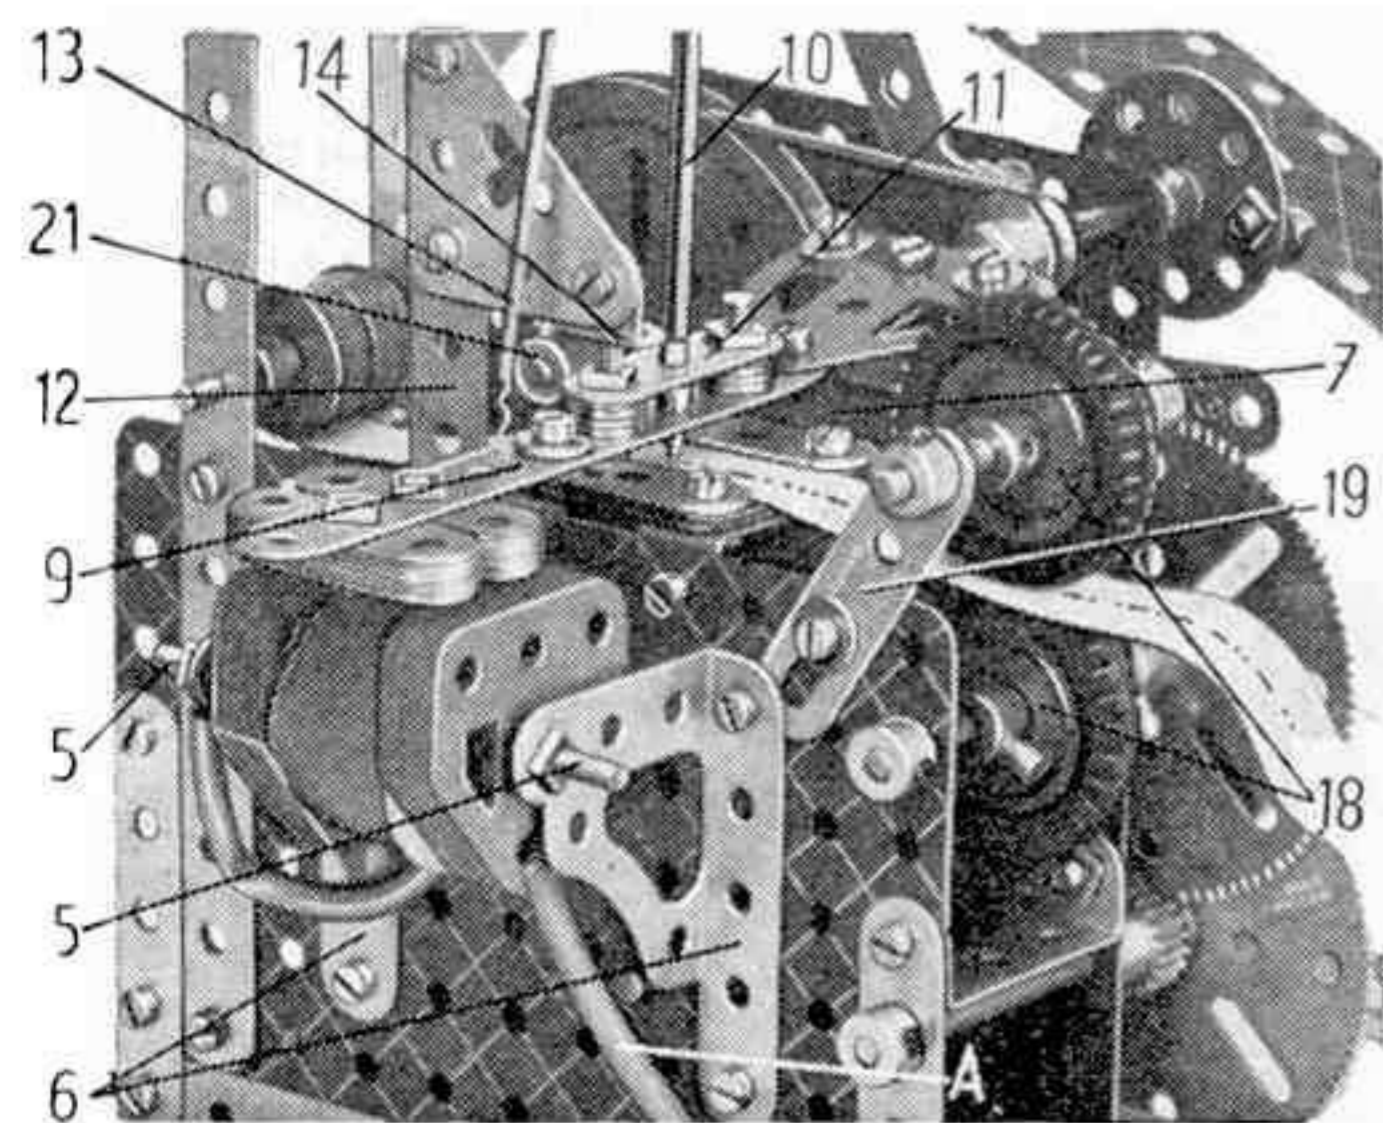

Fig. 3. — Détail de l'électro-almant et du stylo.
Celle-ci passe sur un rouleau (17) formé de deux roues à boudin de 19 mm., sur la plaque (7) où elle est conduite par deux bandes de trois trous (fig. 3) et son extrémité est engagée entre les pneus équipant deux poulies de 25 mm. (18). La poulie (18) inférieure est bloquée sur une tringle de 6 cm. qui tourne dans les plaques (2) et (3). La poulie (18) supérieure est montée sur une tringle de 6 cm. qui passe dans deux bandes glissière de 5 cm. (19). Les bandes (19) sont boulonnées aux plaques (2) et (3) et orientées de façon que les pneus des poulies (18) soient en contact.